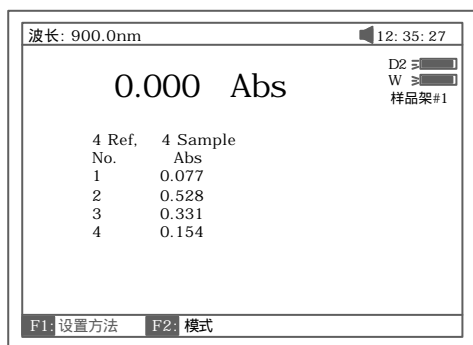

图 105
- c . 2 四参比四样品-比色皿配对试验，将四个参比分别放入一号样品槽位，二号样品槽位，三号样品槽位和四号样品槽位，然后按【0Abs/100%T】键，仪器分别到四个槽位调空白并将四个空白值存起来，这时将四个参比取出，分别将对应的四个样品放入四个槽位，最后按【START】键。仪器分别到四个槽位作出测试并将结果显示与屏幕上，图 105.